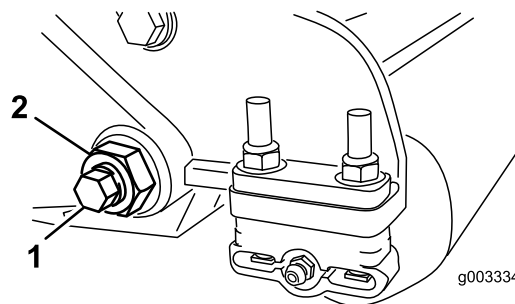
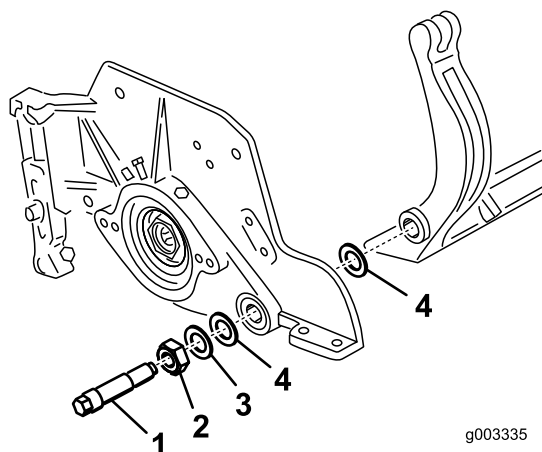
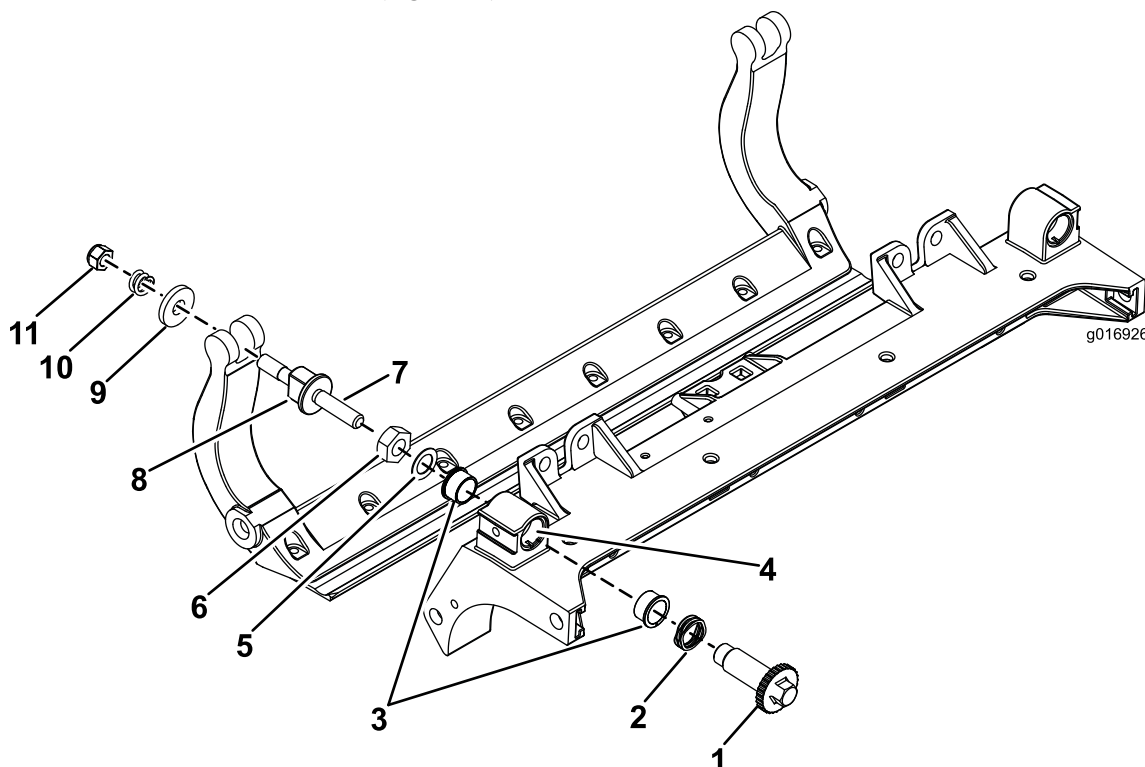

Figura 30
Figura 31
Figura 33
3. Su ciascun lato della macchina, allentate il dado di bloccaggio che fissa il bullone della barra di appoggio (Figura 30).
4. Togliete ciascun bullone della barra di appoggio consentendo alla barra di appoggio di essere tirata verso il basso e rimossa dal bullone della macchina (Figura 30). Considerate 2 rondelle in nylon e 1 rondella in acciaio stampato su ciascun lato della barra di appoggio (Figura 31).
2. Fissate la barra di appoggio su ciascuna piastra laterale mediante gli appositi bulloni (dadi sui bulloni) e 6 rondelle. Una rondella in nylon deve essere posizionata su ciascun lato della flangia di estremità della piastra laterale. Posizionate una rondella in acciaio all'esterno di ciascuna rondella in nylon (Figura 31). Serrate i bulloni della barra di appoggio a 27-36 Nm.
3. Serrate i dadi di bloccaggio allo stesso modo su ambo i lati in modo che le rondelle in acciaio esterne non possano essere ruotate manualmente. Poi allentate i dadi di bloccaggio finché le rondelle in acciaio esterne possono essere ruotate manualmente ma non sia più presente il gioco finale della barra di appoggio (Figura 31).
1. Rimuovete tutti i componenti (fate riferimento alle *Istruzioni per l'installazione* del kit DPA HD Modello N. 120-7230 e a Figura 33).
2. Applicate del lubrificante Never Seize all'interno dell'elemento in cui vanno montate le boccole, sul telaio centrale dell'apparato di taglio (Figura 33).
3. Allineate le chiavette sulle boccole flangiate alle scanalature sul telaio e montate le boccole (Figura 33).
4. Montate una rondella ondulata sull'albero del dispositivo di regolazione e inserite l'albero all'interno delle boccole flangiate sul telaio dell'apparato di taglio (Figura 33).
5. Fissate l'albero del dispositivo di regolazione con una rondella piana e un dado di bloccaggio (Figura 33). Serrate il dado di bloccaggio a una coppia di 20-27 Nm.
rondelle. Una rondella in nylon deve essere posizionata su ciascun lato della flangia di estremità della piastra laterale. Posizionate una rondella in acciaio all'esterno di ciascuna rondella in nylon (Figura 33). Serrate i bulloni della barra di appoggio a 27-36 Nm. Serrate i dadi di bloccaggio finché la rondella in acciaio esterna non cesserà di ruotare e il gioco di estremità verrà eliminato, ma non serrate eccessivamente o non deviate le piastre laterali. Le rondelle all'interno possono avere un gioco (Figura 31).